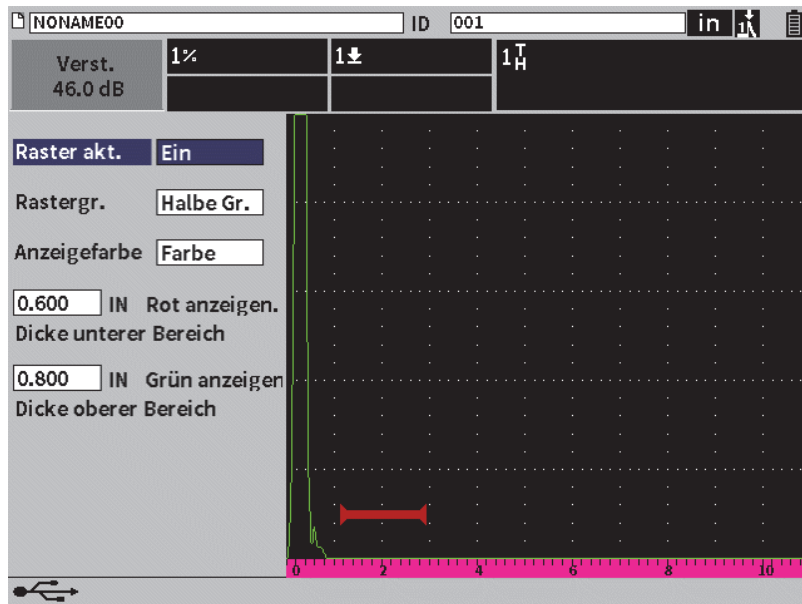

Abbildung 9-25 Konfigurationsansicht für die Rasteransicht
4. Drücken Sie Enter, um das Konfigurationsfenster für die Rasteransicht zu öffnen (siehe Abbildung 9-25 auf Seite 155).